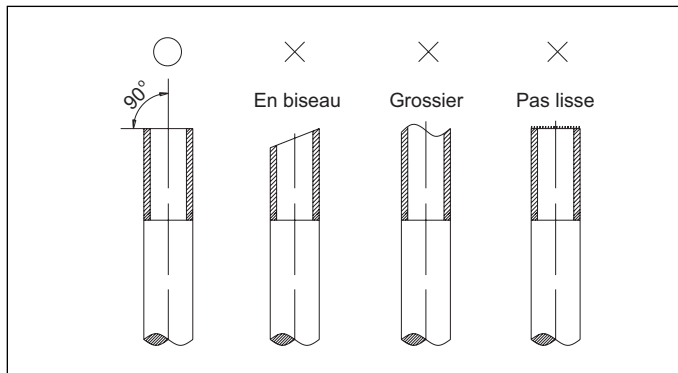

Figure 17. Coupe des conduites
4. Couper les conduites avec un coupe-tube. Les coupes doivent être plates et lisses comme illustrées à la « Figure 17. Coupe des conduites ».